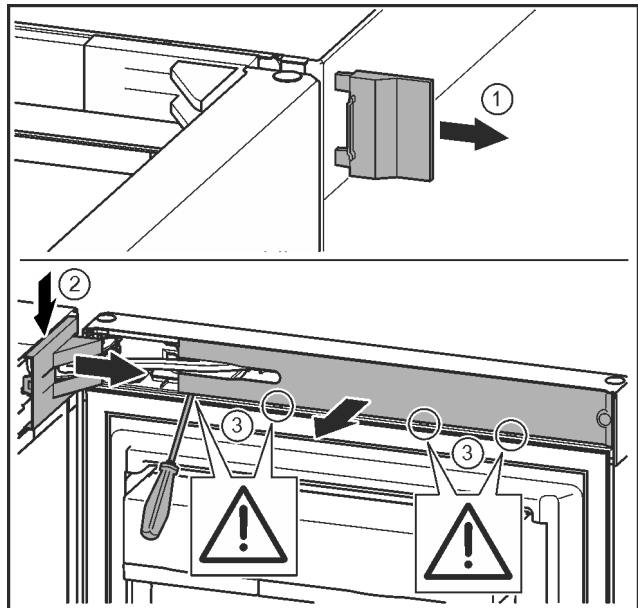

Fig. 12
- Odoberte vonkajší kryt. Fig. 12 (1)
- Očistite a uvoľnite kryt ložiskovej konzoly. Odoberte kryt ložiskovej konzoly. Fig. 12 (2)
- Kryt očistite plochým skrutkovačom a vyklopte nabok. Fig. 12 (3)